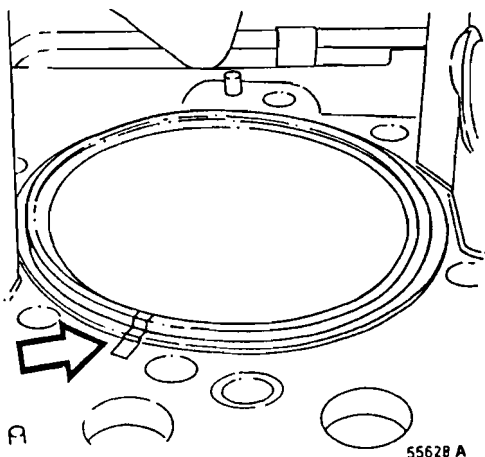

Fig. 131
- 9 Controlar el contacto con pintura para marcar haciendo girar la camisa de delante hacia atrás. Marcar la camisa para poder montarla en la misma posición que al controlar el contacto, véase fig. 131.